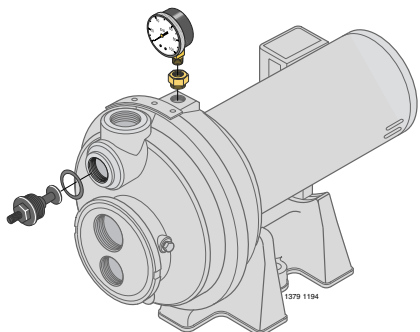

Figure 7 : Poser la vanne de réglage et le manomètre
- 1 ° Poser la vanne de réglage et le manomètre dans le corps de la pompe (voir la Figure 7).